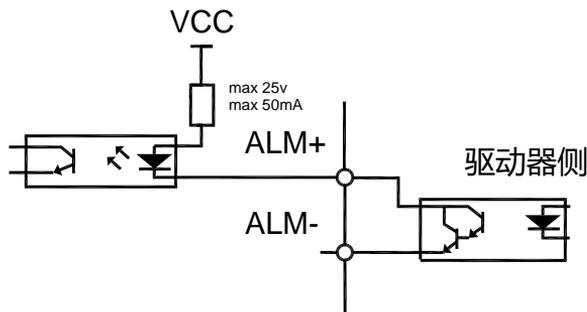
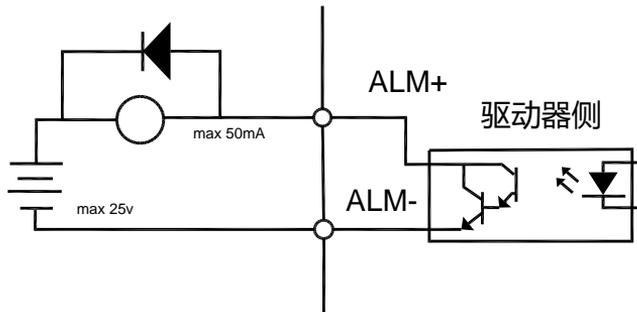

图 4-6-2a: Type2 开关量输出接口 (光耦)
图 4-6-2b: Type2 开关量输出接口 (继电器)
- 输出为达林顿晶体管，与光耦(图4-6-2a)或继电器(图4-6-2b)连接；